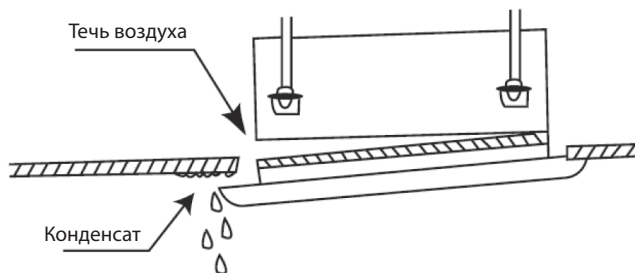

Рис. 9
7. При неправильной затяжке винтов могут возникнуть проблемы, показанные на Рис. 9.